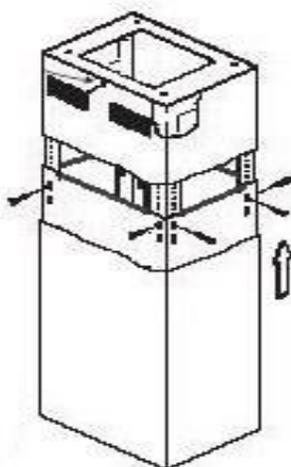

Figure 4
- Faites glisser le couvercle de cheminée inférieur autour du cadre de support inférieur et autour du couvercle de cheminée supérieur. Demandez à une deuxième personne de le tenir en position (voir Figure 4).